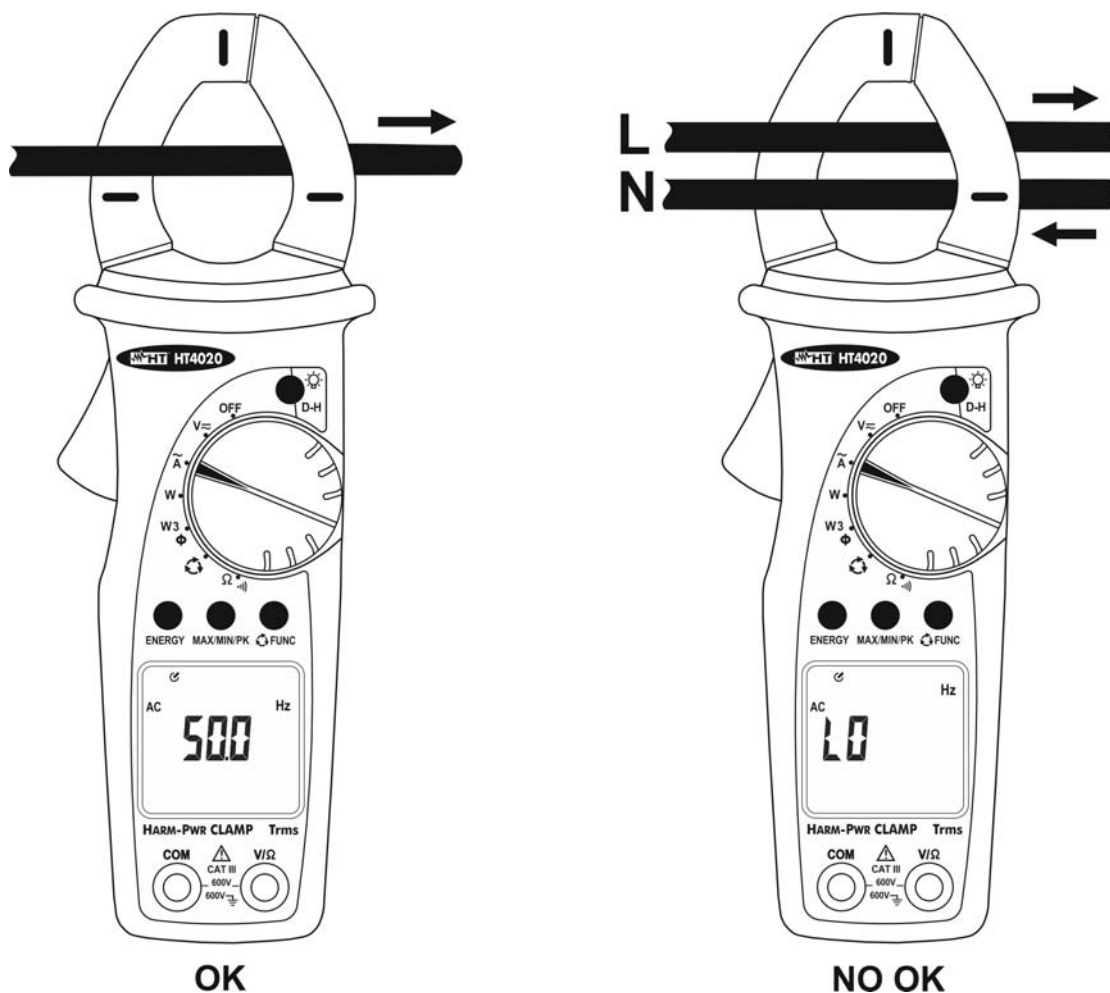

Fig. 9: Medida de la frecuencia de la corriente CA
3. Abra el maxilar y engatille un único cable al centro del toroidal (ver § 4.1.2 y Fig. 9). El valor de la frecuencia es indicada sobre el visualizador
4. La visualización del símbolo "**O.L**" indica que el valor de la frecuencia en examen es superior al fondo de escala del instrumento. El símbolo "**LO**" es muestrato en el caso de la inserción incorrecta del instrumento (ver Fig. 9) o con valores por debajo del mínimo mensurable